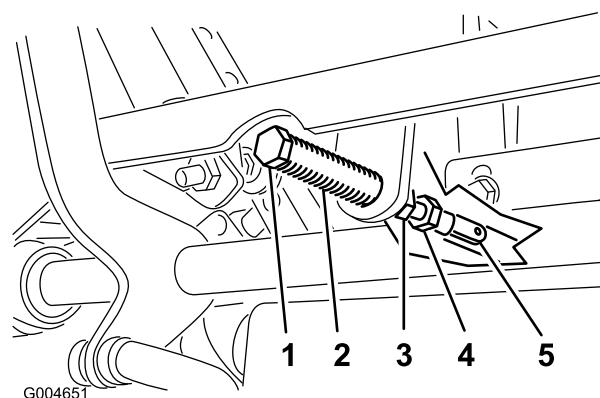

Рисунок 50
5. Потяните рычаг назад так, чтобы шплинтуемый штифт (на рычаге над осью поворота) вошел в контакт с концом паза (только начал надавливать на пружину), как показано на Рисунок 50.
7. Если требуется регулировка, ослабьте гайку и контргайку, прижимающую рычаг к вилке (Рисунок 50).
8. Слегка надавив в направлении назад на рычаг управления движением, поверните головку регулировочного болта в соответствующем направлении так, чтобы рычаг управления расположился по центру в НЕЙТРАЛЬНОМ ФИКСИРОВАННОМ положении (Рисунок 50).
9. Затяните гайку и контргайку (Рисунок 50).
10. Затяните контргайки в месте расположения шаровых шарниров (Рисунок 50).